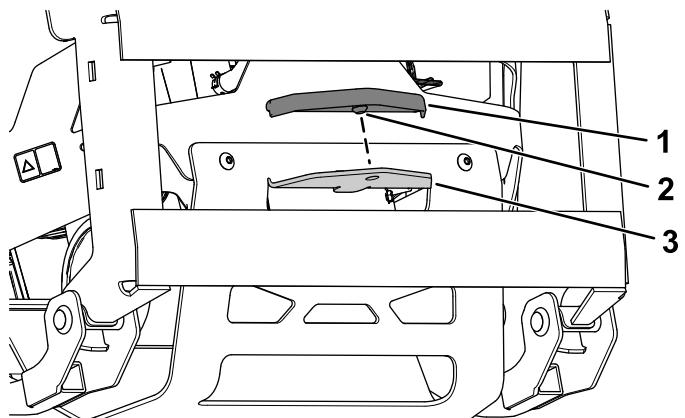

Bild 14
2. Fluchten Sie die Abdeckung für die Anbauvorrichtung über der Anbauvorrichtung aus und drücken sie hinein (Bild 14).